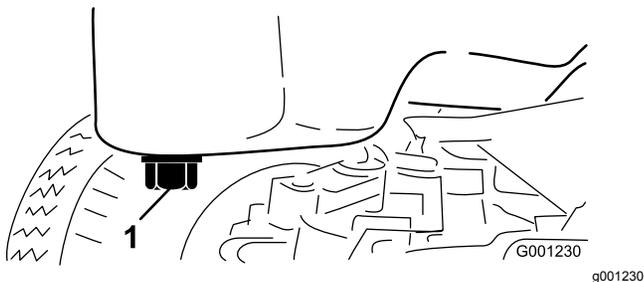

図 49
3. オイルパンの下についているドレンプラグの下に廃油受けをおく 図 49。